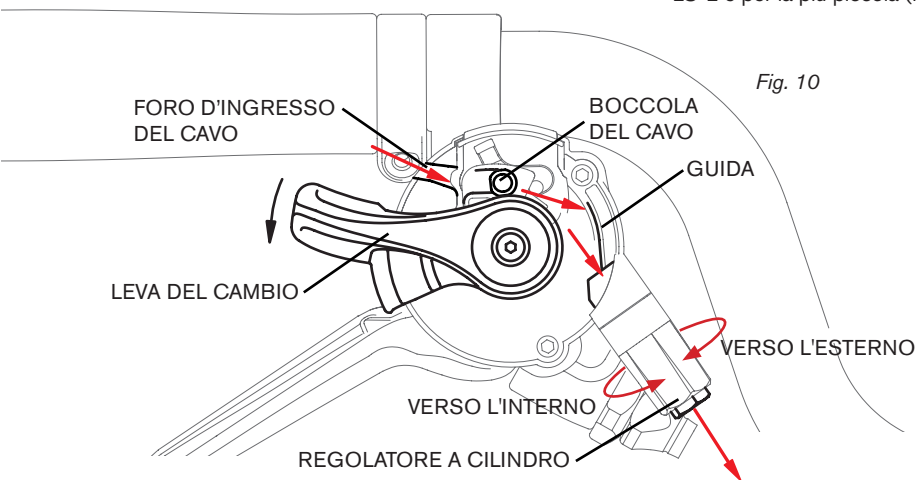

Fig. 10
Per ripristinare la tensione se il cavo si è allentato, collocare la bicicletta su un supporto. Girare il regolatore a cilindro (fig. 10) di un quarto di giro per volta verso l'esterno, ogni volta facendo ruotare i pedali e ascoltando il rumore che si riduce. Procedere anche a un'ispezione visiva per assicurarsi che la puleggia sul deragliatore sia allineata con la ruota dentata selezionata sulla cassetta. Se la bicicletta non riesce a raggiungere la ruota dentata più grande, significa che la tensione è eccessiva; in tal caso girare il regolatore a cilindro verso l'interno per correggere il problema (fig. 10). Se questo accorgimento non consente di risolvere il problema originario, passare alla ruota più piccola sulla cassetta e allentare il bullone che fissa in posizione il cavo all'interno del deragliatore (figg. 7, 8). Utilizzare delle pinze piccole per tirare l'estremità IC del cavo interno in modo da aumentarne la tensione; quindi serrare il bullone RS (fig. 8).
- Utilizzare il regolatore a cilindro sul comando cambio per regolare la tensione del cavo come necessario (fig. 10)
- Svitando il regolatore si aggiunge tensione al cavo, migliorando il passaggio alla marcia inferiore (fig. 10)
- La puleggia sul deragliatore deve essere allineata con la ruota dentata della marcia innestata sulla cassetta (fig. 10).